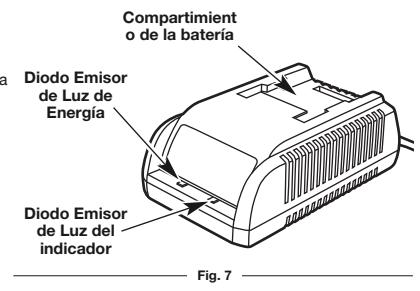

Fig. 7
2. Se encenderá el DIODO EMISOR DE LUZ rojo de ENERGÍA (Fig. 7).
**NOTA:** Asegúrese de que la batería esté totalmente insertada en la carga verificando que la luz de carga del DIODO EMISOR DE LUZ rojo esté encendida (Fig. 7).
4. Una vez que la batería haya alcanzado el nivel de carga completo, el diodo lumínico de modo de carga de la batería cambiará de rojo a verde (Fig. 7).